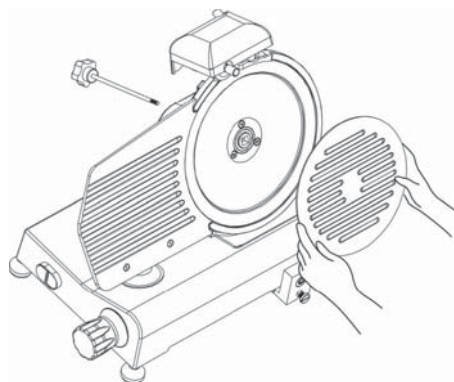

Рис. 6 – Снятие защиты ножа
Открутите ручку крепления стержня (1) (смотри Рис. 6), чтобы снять защиту ножа (2).